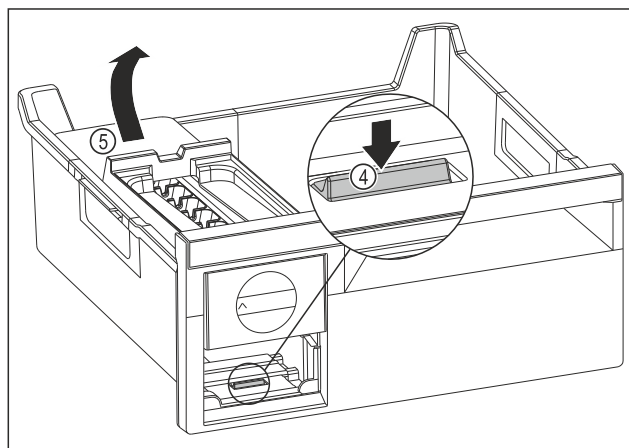

Fig. 91
- ▶ Извлеките корпус EasyTwist-Ice: Надавите пальцем вниз на накладку Fig. 91 (4) и одновременно другой рукой поднимите корпус EasyTwist-Ice Fig. 91 (5) сзади.